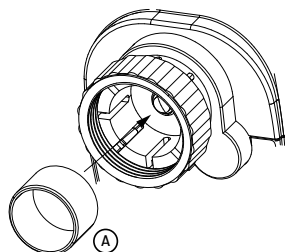

Abb. 2
- ▶ In diesem Fall sollte der beiliegende Stützring **A** (Abb. 2) vor der Montage in den Flansch des Gerätes eingelegt werden.